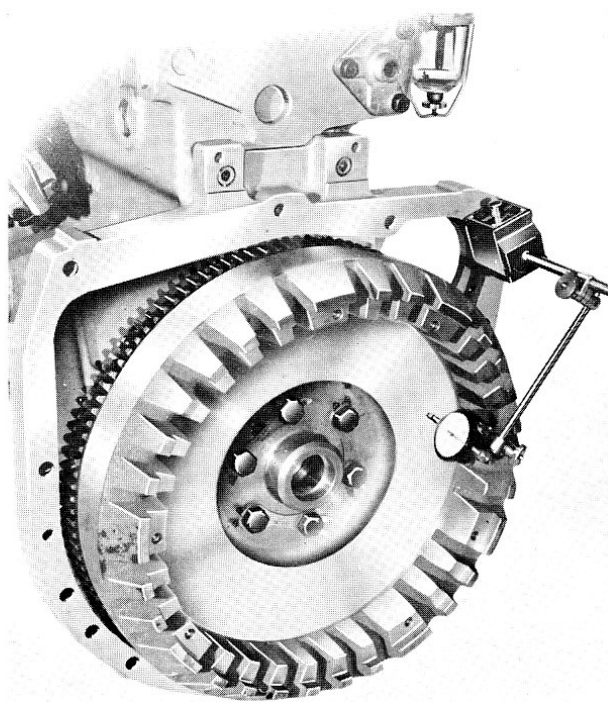

Fig. 49
- b) Vérifier le voile du volant. Celui-ci ne doit pas dépasser 1 % (1) de la distance comprise entre l'axe du volant et la touche du comparateur (fig. 49). Lors de cette vérification, et dans le but de rattraper le jeu latéral du vilebrequin, il est recommandé de faire pression sur le roulement pilote du volant.